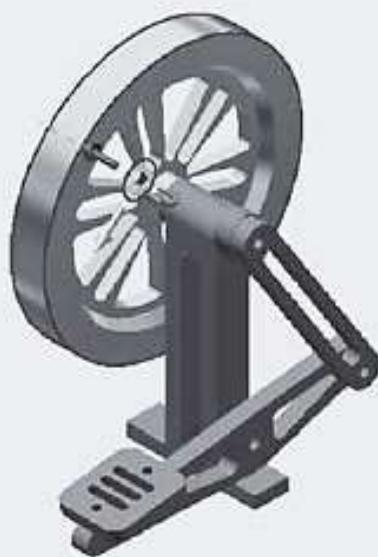

Figura 10.22 Seleção da roda.
- Selecione a roda de referência, exibido na Figura 10.22.